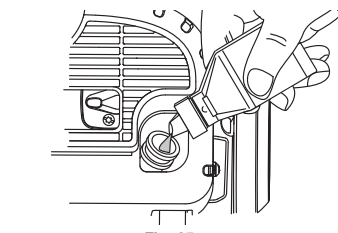

Fig. 25
4. Remplissez le carter avec 60 ml (2,03 oz) d'huile SAE 30 SJ (Fig. 25).